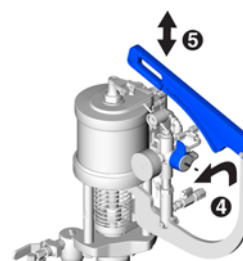

FIG. 27
5. Tourner la vanne de détente/recirculation de la pompe à catalyseur en position de distribution. Voir FIG. 27.
6. Mettre la conduite de sortie de produit de la pompe à catalyseur sous pression pour la distribution (voir FIG. 27) :